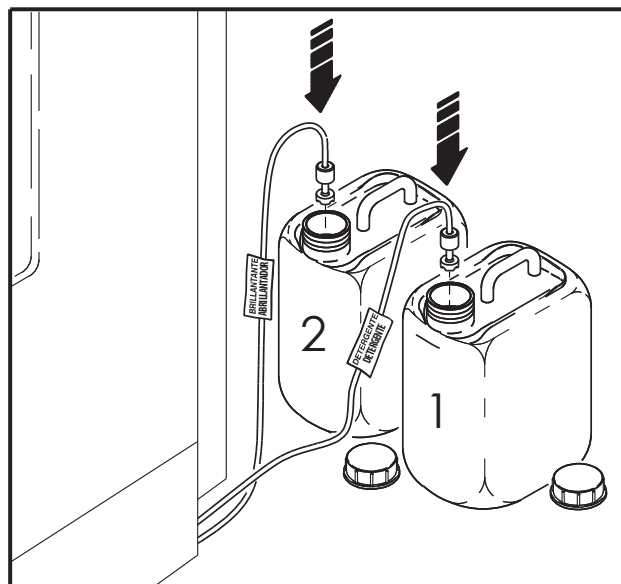

Fig. 22
- Verifique el nivel de abrillantador y de detergente en el recipiente externo y, en su caso, cámbielo (fig.22).